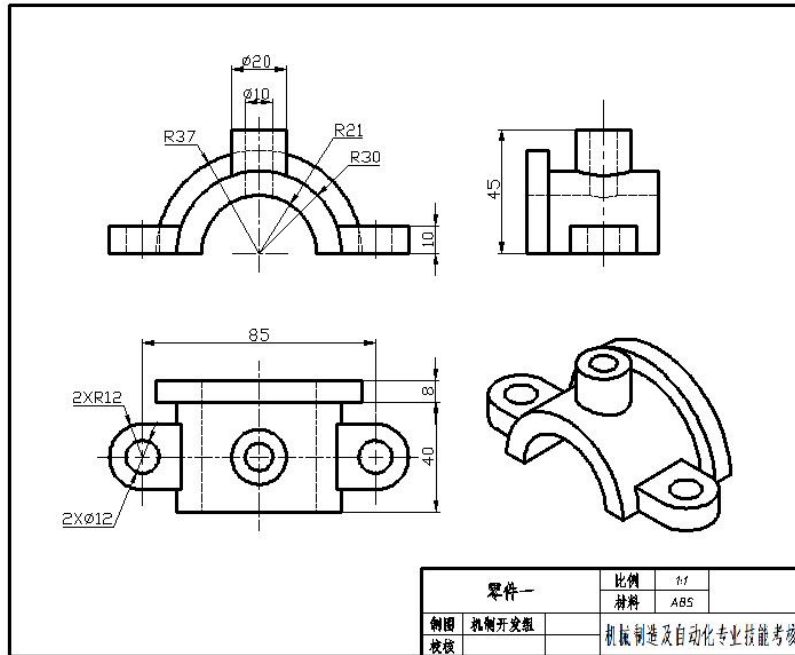

图3-1-1 零件一
某企业需要生产如图3-1-1的零件，要求该企业机械制造工程技术人员、质量管理工程技术人员、机械设计工程技术人员在电脑上用Pro/ENGINEER、UG NX、SolidWorks等三维软件完成该零件的三维模型及工程图绘制，最终结构要素的形状、尺寸要求等以图纸标注为准。生产过程中按“6S”规范文明生产。
- 3) 根据图3-1-1所示尺寸完成零件一的三维建模及工程图绘制；